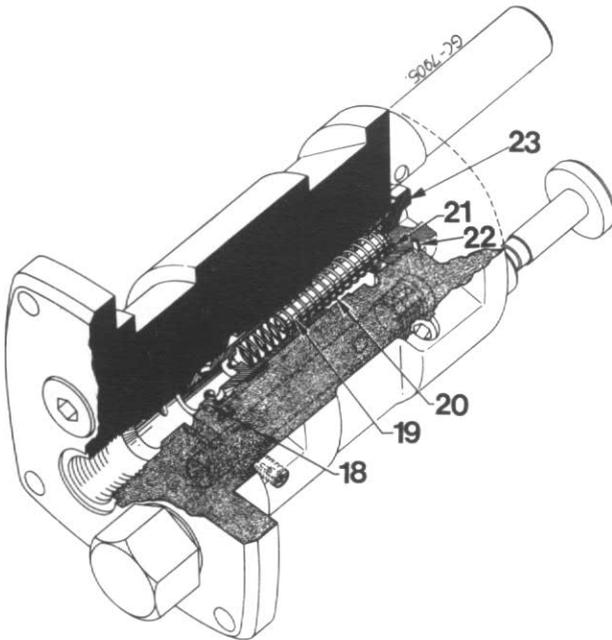

Fig. 33
Si nécessaire, remplacez le distributeur hydraulique complet. Vérifiez si le ressort (4) est conforme aux "Spécifications". Mettez en place les pièces inspectées comme indiqué sur la figure 33.